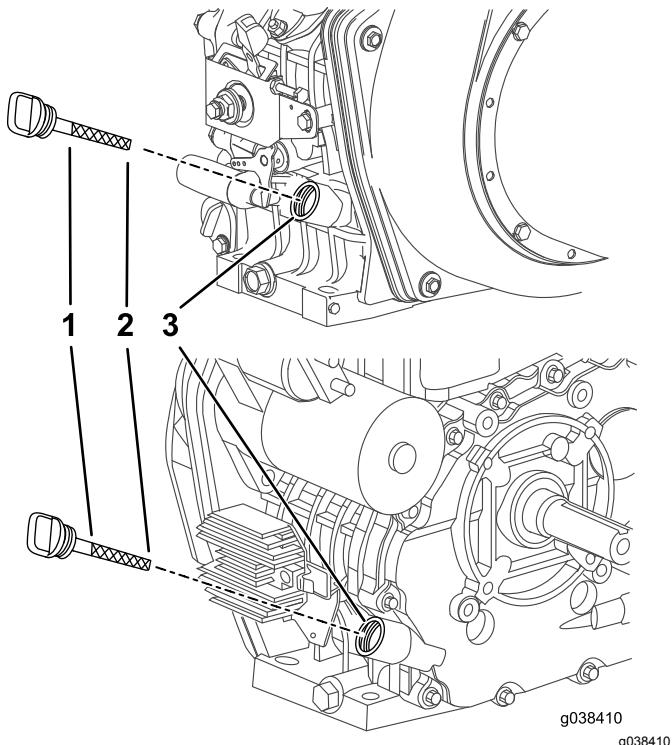

Figura 21
4. Limpie alrededor de la varilla (Figura 21) para impedir que caiga suciedad por el orificio de llenado y cause daños en el motor.
5. Retire la varilla de aceite y límpie el extremo (Figura 21).
- Retire la varilla (Figura 21) y vierta aceite lentamente en el orificio de llenado hasta que el aceite esté entre los límites superior e inferior de la varilla; consulte Comprobación del nivel de aceite del motor (página 19).